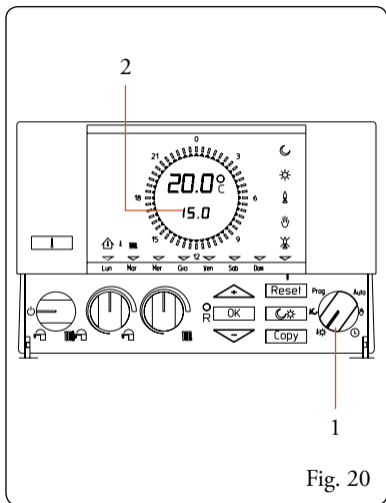

Fig. 20
- Ruotare il selettore su “” (Fig. 20 pos. 1).
- Il display (Fig. 20 pos. 2) visualizza la temperatura comfort impostata.
- Premere i pulsanti  + o  per impostare tale temperatura al valore desiderato (Fig. 20).
- Ruotare il selettore su “☾” (Fig. 20 pos. 1).
- Il display (Fig. 20 pos. 2) visualizza la temperatura ridotta impostata.
- Premere i pulsanti  o  per impostare tale temperatura al valore desiderato (Fig. 20).
Al termine della programmazione portare il selettore su “**Auto**” (Fig. 20 pos. 1).